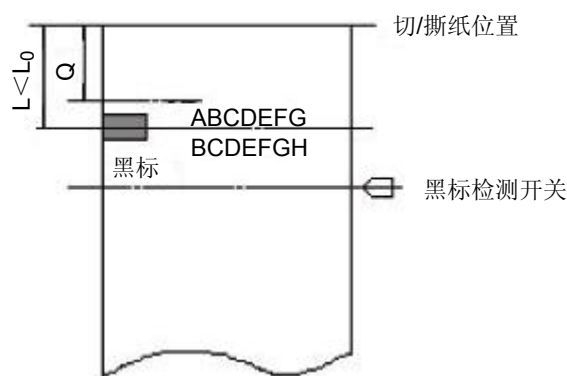

图 3
2. 当黑标印刷位置到切/撕纸位置的距离 L 小于打印机的机械值  $L_0$  时（如图 3 所示），GS（F 命令的切/撕纸位置偏移量计算为：